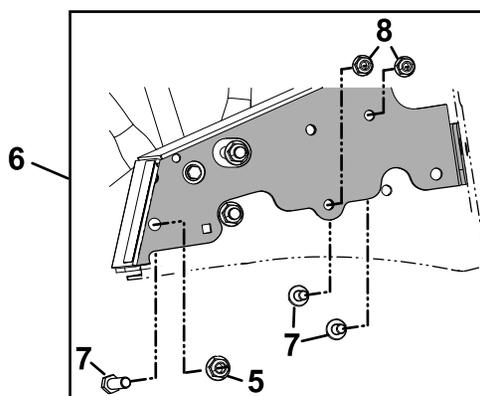

Figure 3
2. Placez le panneau de commande de débit sur la machine et fixez-le en place avec les fixations montrées à la Figure 3.